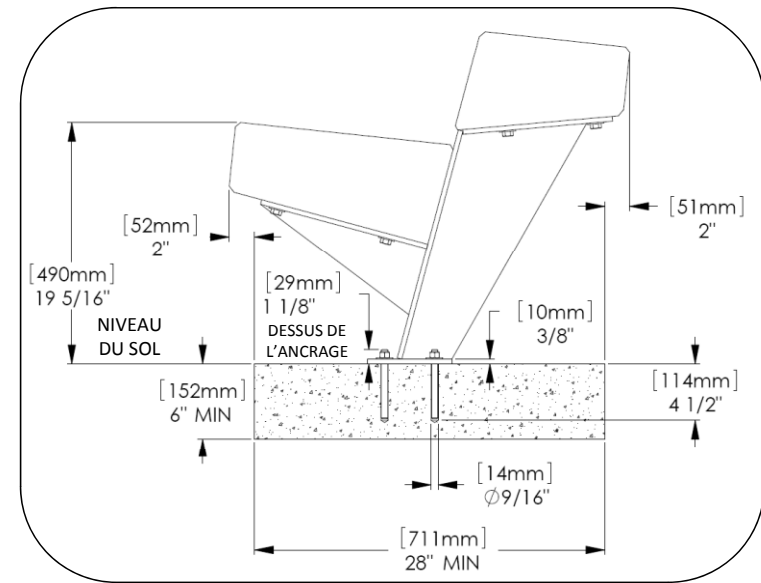
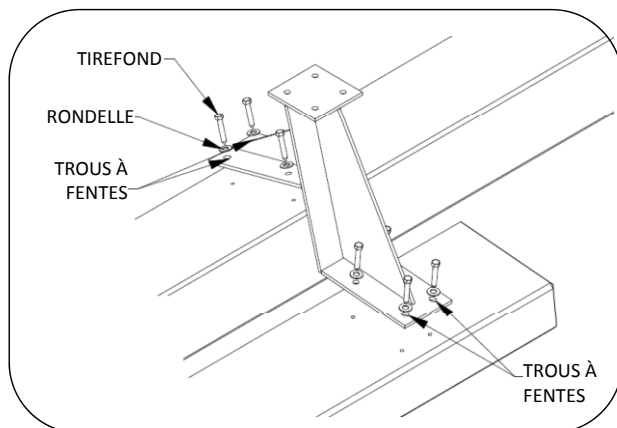

Fig. 1 – Montage en surface au niveau du sol
Fig. 4 – Assembler le banc
2. Assembler le siège et le dossier en bois aux supports comme l'indique la Fig. 4. Bien serrer toutes les vis. Tirefonds dans les trous à encoches seulement, voir la Fig. 4, doivent ensuite être desserrés de 1/4 de tour. Se référer à l'élévation du côté de la Fig. 1 pour la bonne orientation du siège et du dossier. Remarque : chaque composant de bois pèse entre 115-160 kg (250-350 lb). De l'équipement ou de la main-d'œuvre approprié est requis(e) pour le levage. Protéger le banc contre les taches et les égratignures.
6. Placer le gabarit de perçage par-dessus les emplacements marqués. Lester le gabarit et percer les trous selon la Fig. 1. Préparer les trous conformément aux recommandations du fabricant d'adhésif d'ancrage.